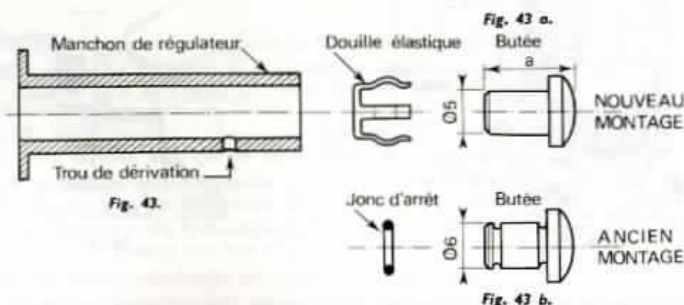

Fig. 43.
A) Butée lisse avec douille plastique (fig. 43 a).
B) Butée comportant une gorge munie d'un clips (fig. 43 b).
Fig. 43 b.